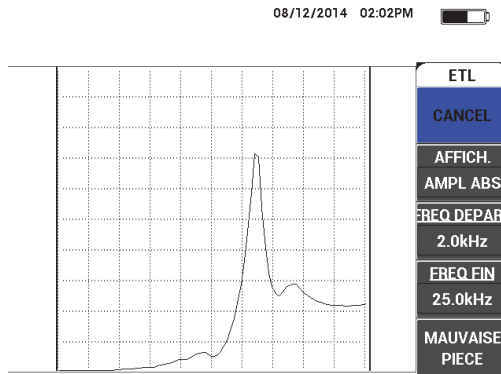

Figure 6-63 Signal du petit défaut
4. Placez la sonde au-dessus du défaut le plus petit, ou le plus critique, et puis appuyez sur **MAUVAISE PIÈCE** (touche E) [voir la Figure 6-63 à la page 184].